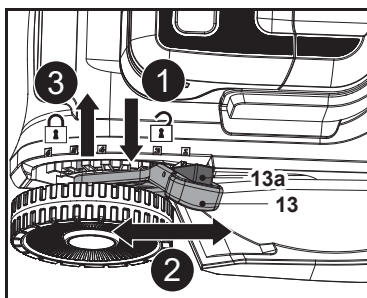

Fig. 10
1. Appuyer sur le bouton de verrouillage (13a) et le maintenir dans cette position (Fig. 10, étape 1).
2. Déplacer le levier (13) vers l'avant ou vers l'arrière pour régler la hauteur de coupe (Fig. 10, étape 2).
3. Relâcher le bouton de verrouillage (13a) et s'assurer que le levier (13) s'engage correctement dans l'encoche (Fig. 10, étape 3).